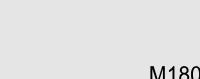

Рис.1
**ВНИМАНИЕ!** Светодиоды VD14, VD15, VD16 впаивать в плату на высоту 20 - 22 мм (см. рис.1).